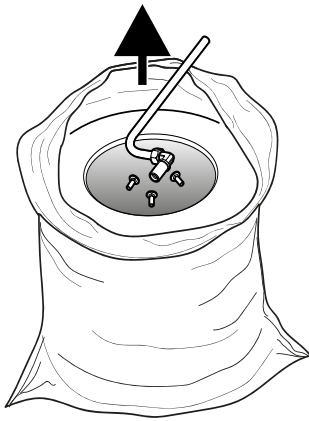

Fig. 22
10. Retire los pernos del carro y el tubo de aire del cartucho del filtro (Fig. 22) para volver a montarlos en el nuevo filtro del cartucho.